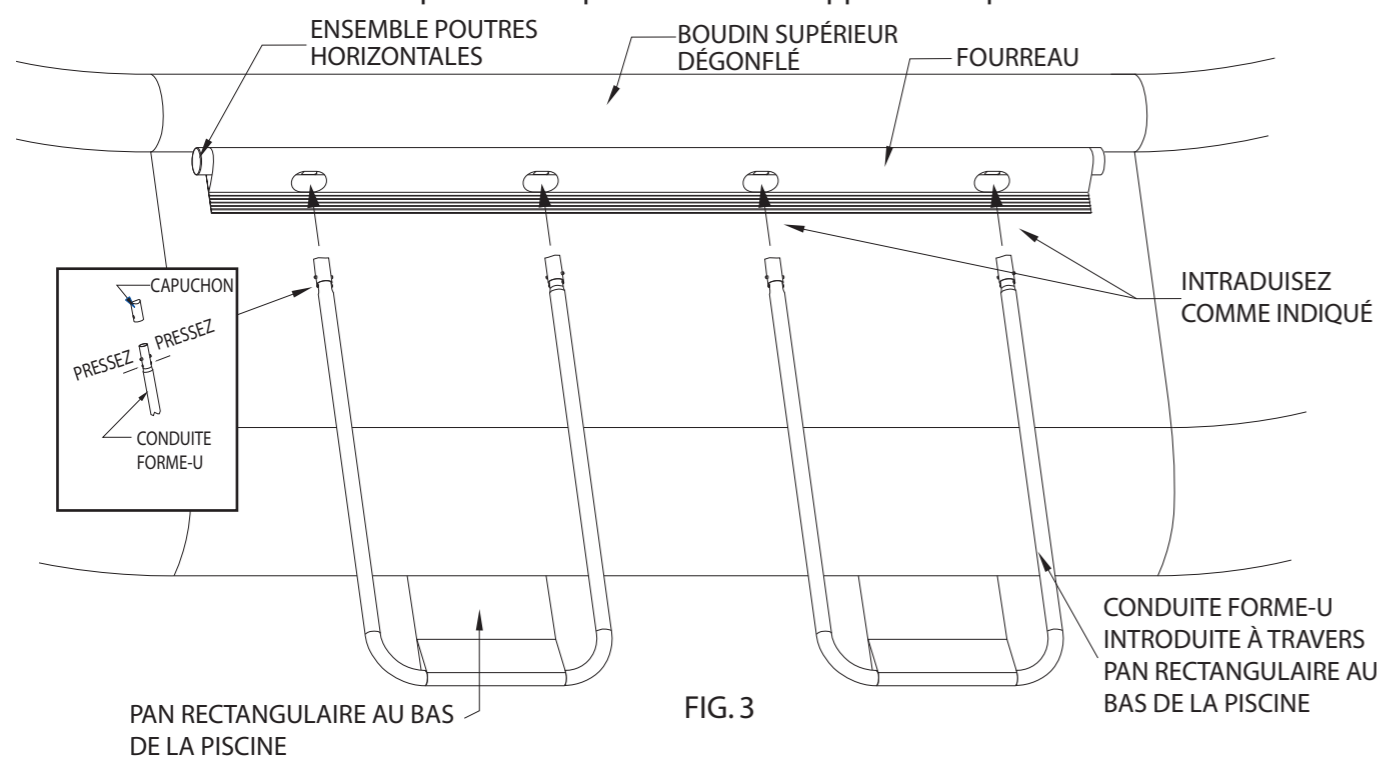

FIG. 3
4. Enfilez chaque Forme-U dans le fourreau des pans rectangulaires attachés au fond de la piscine Fig. 3. Introduisez les extrémités encapuchonnées des conduites Forme-U dans les trous de l'ensemble des Poutre Horizontale Fig. 3, pressez les boutons et poussez le Capuchon complètement dans la Poutre Horizontale jusqu'à l'arrêt.